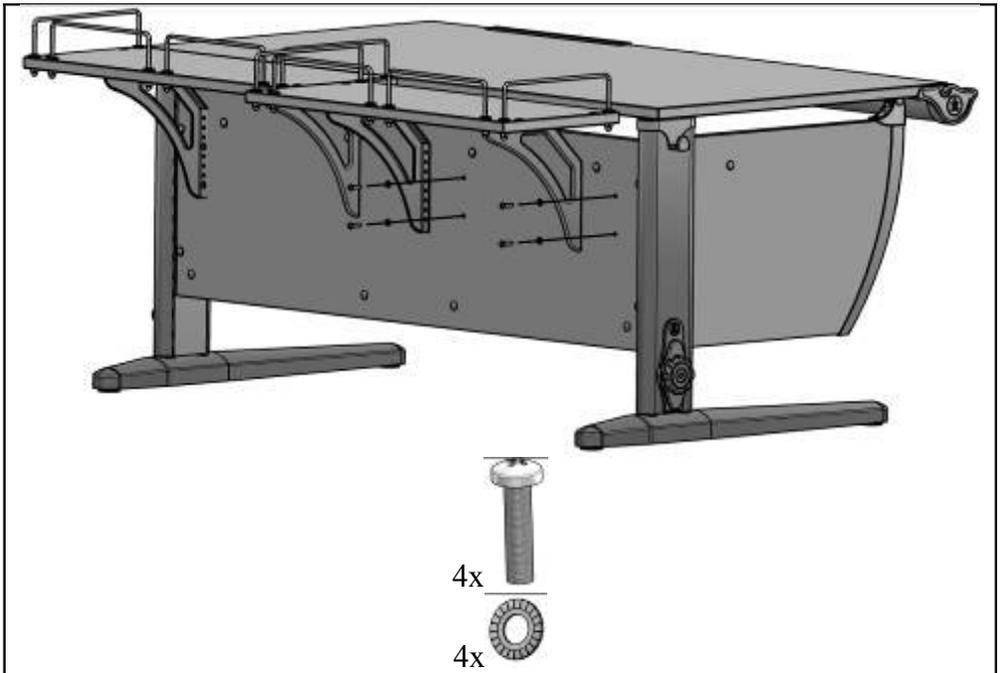

Рис. 27
4.12.1. К столу при помощи винтов (поз. 2 пакет №20) через шайбы (поз. 3 пакет №20) прикрутить полку (сборка по п. 4.11.2.) согласно рис. 27, 27а.
Рис. 27а
- 6.6.1. Для регулировки полки по высоте выкрутить винты крепления полки к столу согласно рис. 27, установить полку на требуемую высоту и снова закрутить винты крепления полки.